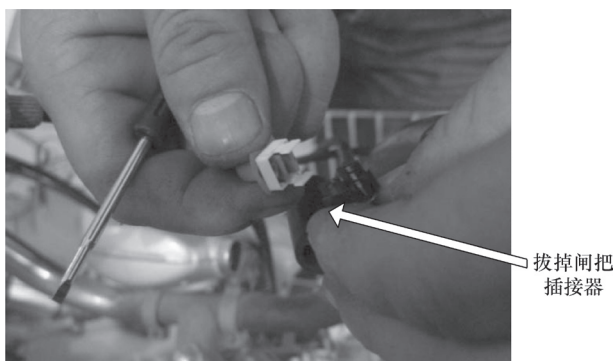

图 7-11 拔掉闸把开关插接器
3) 拔掉闸把开关插接器，如图7-11所示。电动机也未能转动，表明闸